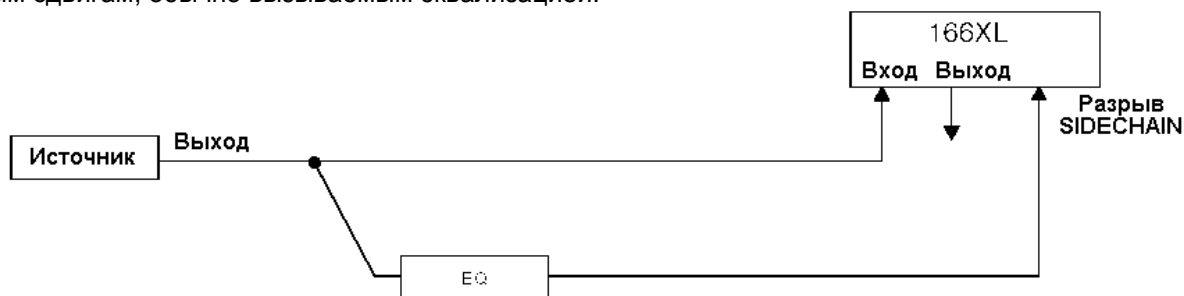

Рисунок 3: Частотно-зависимая компрессия
Например, чтобы настроить 166XL для осуществления частотно-зависимого гейтирования или компрессии, необходимо подключить ко входу эквалайзера тот же сигнал, что и ко входу 166XL, затем подключить выход эквалайзера к разъему SIDECHAIN INSERT (Рисунок 3). Подача сигнала одновременно на вход 166XL и эквалайзера может быть осуществлена несколькими способами: (1) при помощи разрывного кабеля, подключенного к разрыву SIDECHAIN INSERT. Посыл направляется на вход эквалайзера. Возврат - выход эквалайзера; (2) При помощи Y-кабеля можно направить звуковой сигнал одновременно на вход 166XL и вход эквалайзера; (3) Направьте сигнал на один из входных разъемов 166XL, а другой параллельный вход используйте для подключения эквалайзера (например, если входной сигнал поступает через XLR-разъем, используйте 1/4-дюймовый джековый разъем для подключения эквалайзера); (4) если источник сигнала может внутренне разделять собственный выходной сигнал (например, ряд синтезаторов может посылать один и тот же сигнал на два выхода), подключите кабель к каждому выходу, а противоположные концы кабеля - к входам 166XL и эквалайзера.